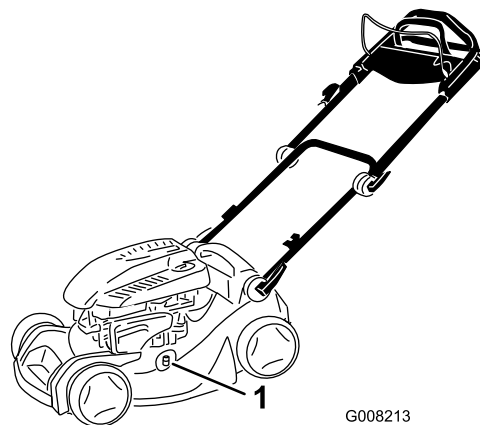

Figura 31
4. Collegate una canna da giardino al rubinetto dell'acqua ed al foro di lavaggio sulla scocca del tosaerba (Figura 31).